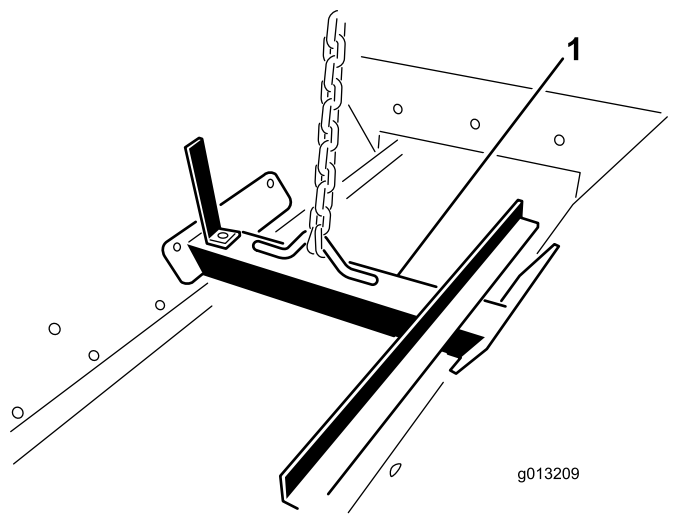

Figura 13
1. Collegate un dispositivo di sollevamento alla staffa di sollevamento all'interno della tramoggia (Figura 13).